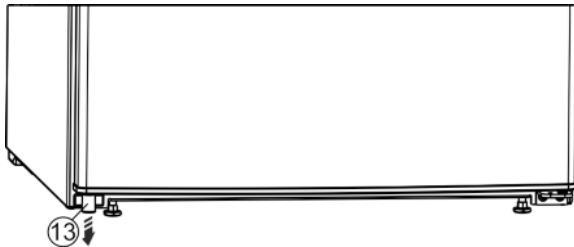

Fig. 4
► Unten links das Distanzteil Fig. 4 (13) aus der Tür herausnehmen.